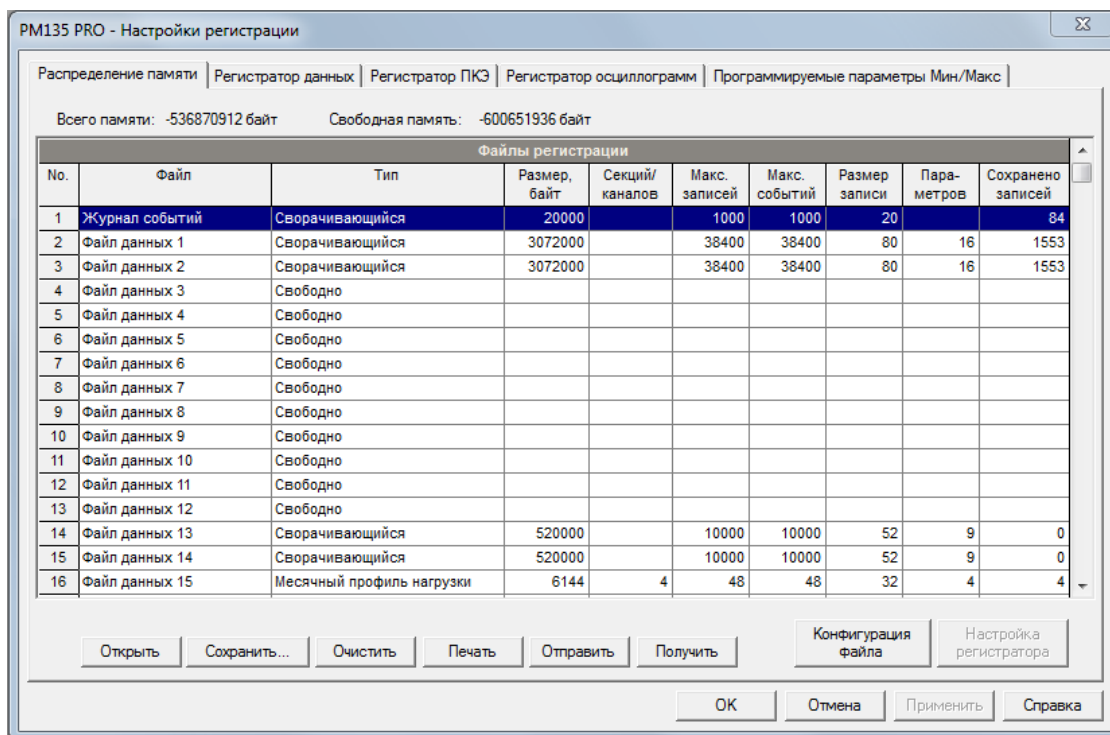

Рисунок 101 – Настройки распределения памяти
Для просмотра настройки памяти при помощи ПО PAS на панели меню выберите «Настройки» – «Настройки памяти/регистраторов», в открывшемся окне перейдите на вкладку «Распределение памяти» (рисунок 101). В таблице 42 представлено описание настроечных параметров.
1. Выберите на панели меню «Настройки» – «Настройки памяти/регистраторов», в открывшемся окне перейдите на вкладку «Распределение памяти» (рисунок 101).